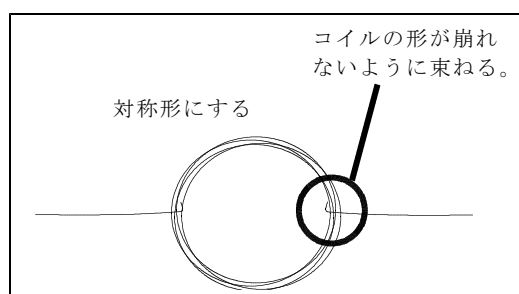

図 1
- (1) エナメル線の一端を 5 cm ぐらい余し、丸棒または角棒に 7～8 回巻き、やはり 5 cm ぐらい余してわっかを束ねる（2, 3 回巻き付ける）。もう一方の端も他端と対称になるようにわっかを束ねる。（図 1 参照）
- (2) わっかを棒から抜き取り、左右対称になるように調整する。